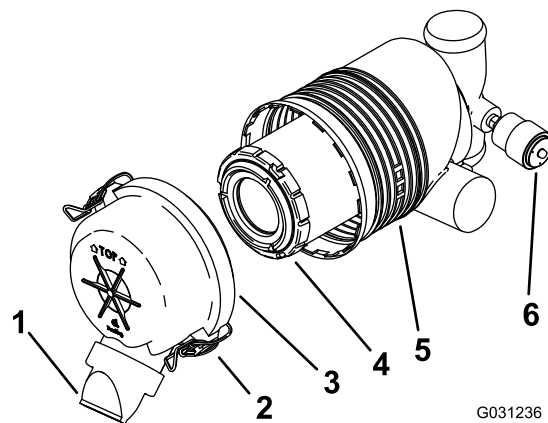

Figura 30
Importante: Substitua o filtro de ar apenas quando o indicador de manutenção ficar vermelho (Figura 30). Mudar o filtro de ar antes de ser necessário apenas aumenta a possibilidade de entrar sujeira no motor quando se retira o filtro.
5. Liberte os trincos do filtro de ar e puxe a cobertura para fora do corpo do filtro (Figura 30).
- Se o indicador de serviço estiver transparente, instale a cobertura do filtro de ar com o tampão antipoeira orientado para baixo e fixe os trincos (Figura 30).
1. Deslize suavemente o filtro para fora do corpo do filtro (Figura 30).
3. Instale cuidadosamente o filtro (Figura 30).
4. Instale o tampão do filtro de ar com o tampão antipoeira virado para baixo e prenda os trincos (Figura 30).